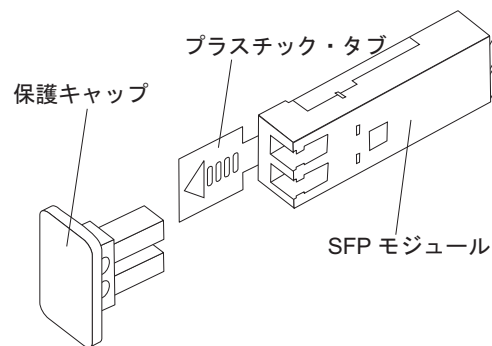

図 26. SFP モジュールおよび保護キャップ
2. 図 26 に示すように、SFP モジュールから保護キャップを取り外します。将来の利用に備えて、保護キャップを保管しておきます。
2. 必要があれば、58 ページの図 26 に示すように、SFP モジュールから保護キャップを取り外します。将来の利用に備えて、保護キャップを保管しておきます。